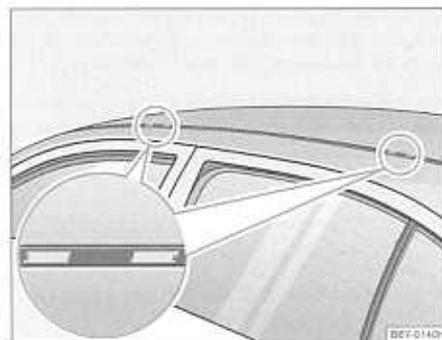

Fig. 62. Puntos de fijación para soportes básicos
- Retirar los capuchones de plástico → fig. 62 con cuidado mediante una herramienta auxiliar de plástico, a fin de que no se produzcan daños en la pintura.